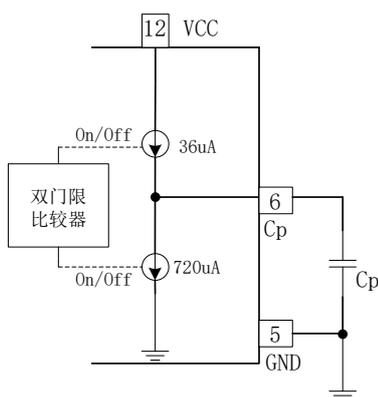

图 8.4a 振荡器 Ct 充放电原理框图
EG1163(S) 仅需一个外接电容可设置 PWM 工作频率，内部采用恒流源对 Cp 电容进行充放电如图 8.4a，灌电流的恒流源内部提供大概 36uA 左右的电流对 Cp 电容进行充电，拉电流的恒流源内部提供大概 720uA 左右的电流对 Ct 电容进行放电，近似的工作频率和电容之间关系由公式 $f=(13 \times 10^6)/C_p$ 确定(该公式的电容单位为 pF)，如 $C_p=200\text{pF}$ 的电容，对应的 PWM 工作频率大概为 65KHz。